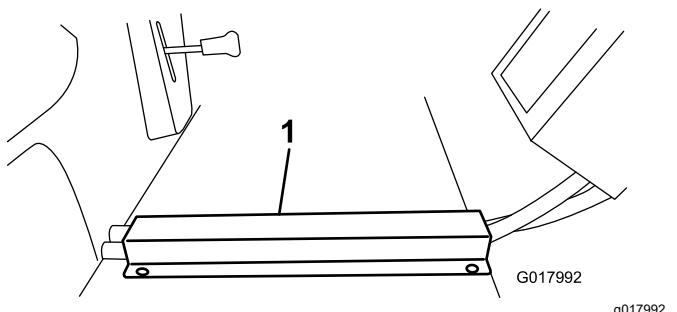

図 36
- ホースの上からホース用チャネルを被せて、前側のエッジをフロアボードの前側のエッジにそろえる。フロアボードにドリルで穴を開けて、タップねじで固定する図 36。